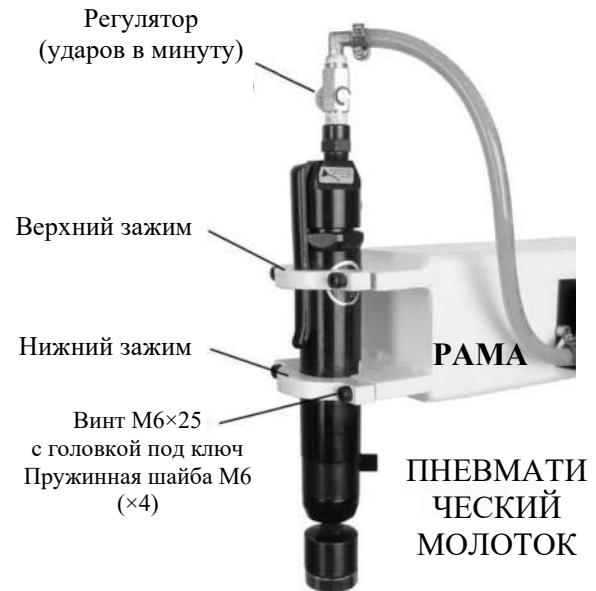

Рис. 2
См. Рис. 2.
**ПРИМЕЧАНИЕ.** Число ударов в минуту для выглаживания можно отрегулировать, вращая ручку регулятора (см. Рисунок 2).